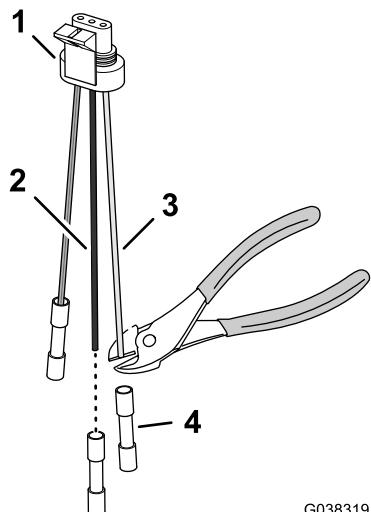

图41
1. 剪掉 3 针适配器粉色导线和黑色导线的对接接头 图41。